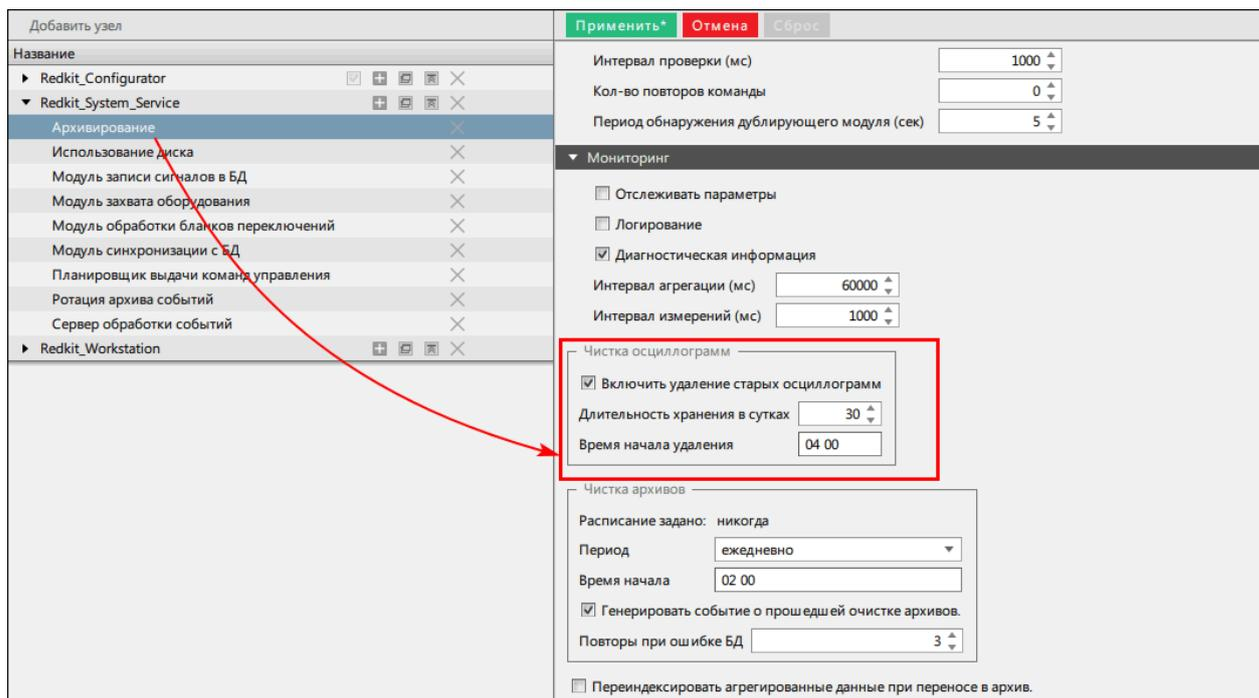

Рисунок 416 - Параметры для чистки осциллограмм
6. В сервисных узлах (*Redkit\_System\_Service* - для односерверной конфигурации, *Redkit\_Master* и *Redkit\_Slave* - для конфигурации с резервированием) нажмите на модуль **Архивирование** и настройте параметры для чистки осциллограмм (Рисунок 416).